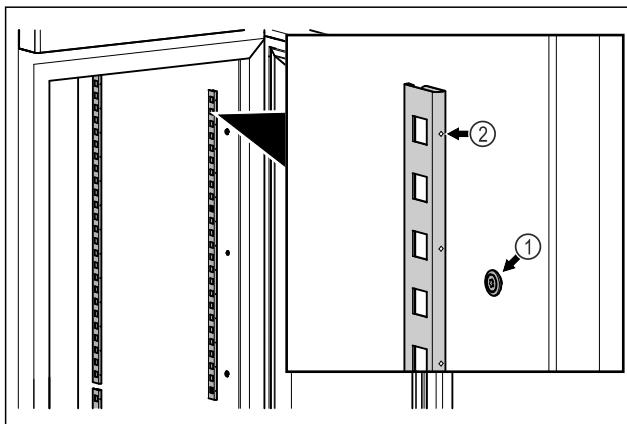

Fig. 58 Примерное изображение
- Навесьте фиксатор на крепление Fig. 58 (1). Отметка Fig. 58 (2) должна располагаться спереди.